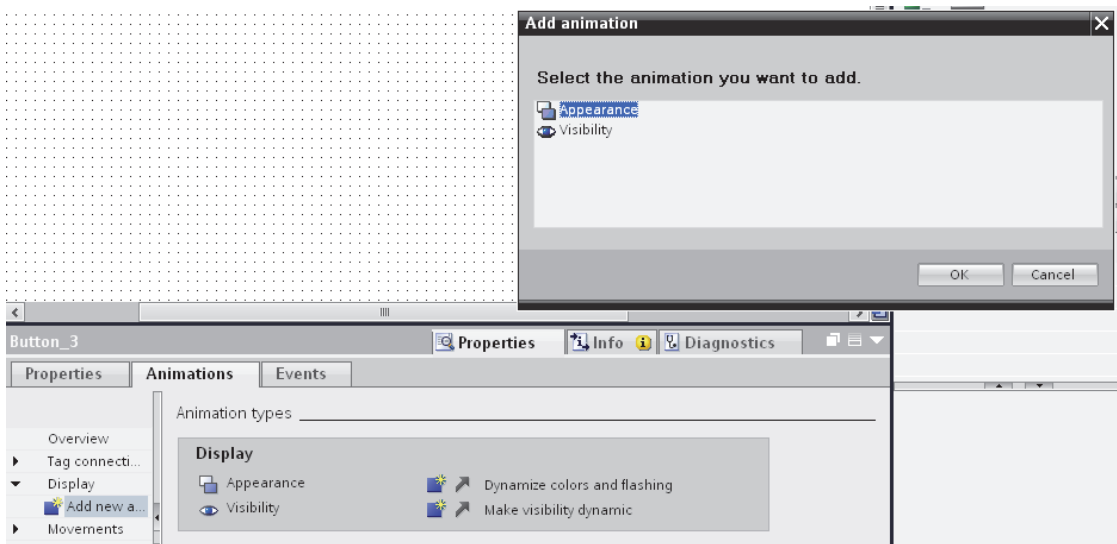

Рис. 1.38. Выбор анимации для лампочки
- Выбираем «Display» < «Add new animation» < «Appearance» (рис. 1.38).